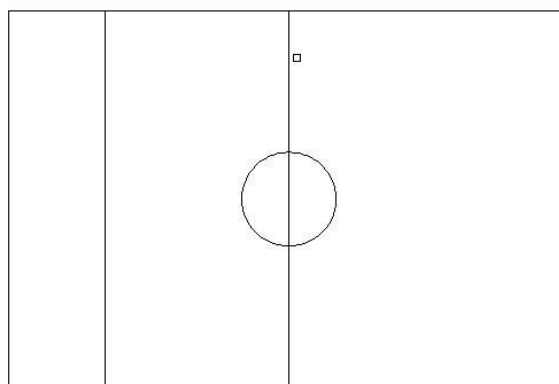

Figura 12 - Construção do Campo
10. Clique na linha de medida (72) e clique dentro do campo, e obterá a figura 12.